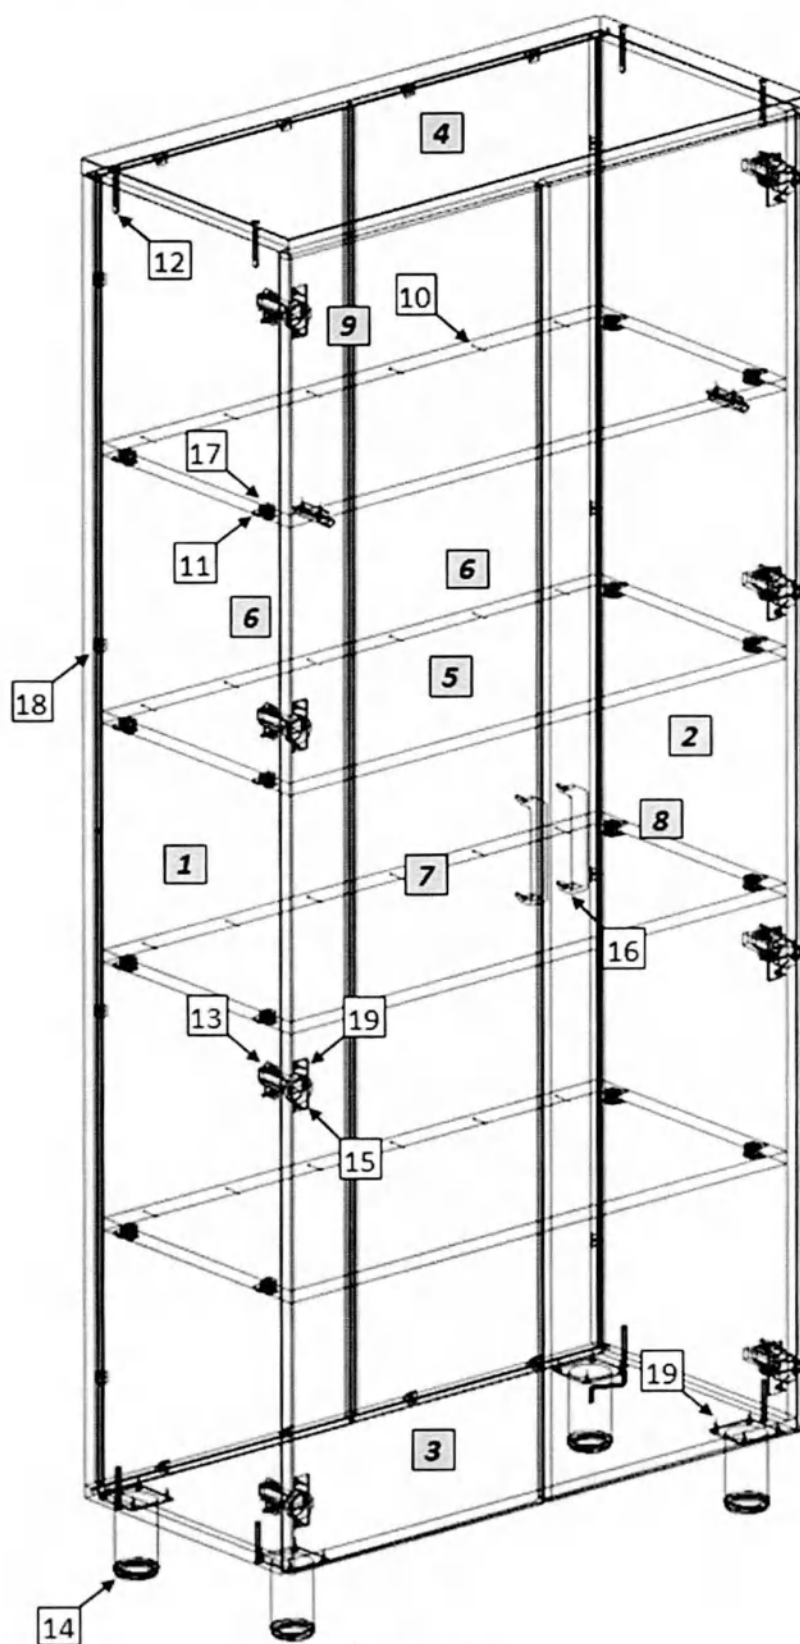

Рис. 1
1. Внимательно ознакомьтесь со схемой сборки, изображённой на рис. 1, сверяясь со спецификацией на изделие. Согласно схеме и спецификации определите расположение деталей в изделии и порядок их сборки. Сборка производится на ровном полу, укрытом материалом, предотвращающим повреждение покрытия пола и деталей мебели. Подготовьте необходимые для сборки инструменты – плоскую и крестовую отвёртки, молоток, рулетку или линейку, шуруповёрт.
2. На вертикальных стенках (1,2,7) шурупами 4×16 (35) закрепите направляющие (27).
3. На боковых стенках (1,2) установите ввинчиваемые дюбели эксцентриковых стяжек (24). На горизонтальных стенках (5,6) установите эксцентриковые стяжки (32) и штоки эксцентриковых стяжек (31). На средней стенке (7) установите эксцентриковые стяжки (31).
4. Евровинтами (25) соедините вертикальные стенки (1,2,16,17) с горизонтальной нижней стенкой (3,18) и крышкой (4,19), установив в пазы задние стенки (13,20). Встык задней стенки (13) устанавливается соединительный профиль (14). Среднюю стенку (7) соедините с горизонтальной нижней стенкой (3) евровинтами (25). Установите и закрепите